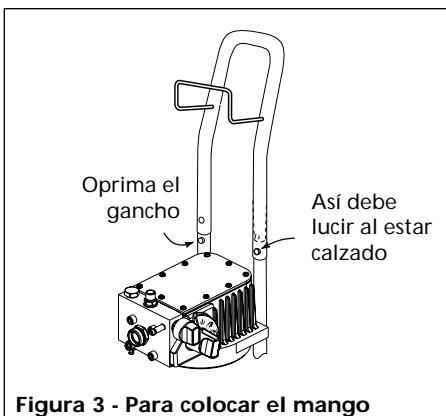

Figura 3 - Para conectar el mango
4. Para colocarle el mango oprima los ganchos y continúe empujandolo hasta que haya calzado. Cerciórese de que los ganchos hayan calzado en el mango. El colgadero de la manguera debe estar hacia la bomba (Vea la Figura 3).